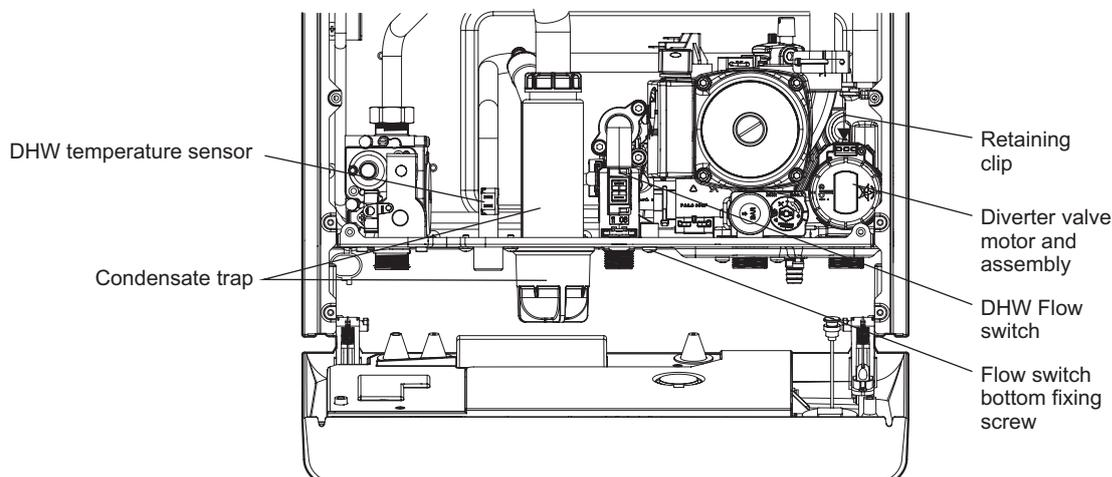

Fig. 32
7.13 DIVERTER VALVE MOTOR - Fig. 32
7.15 DHW TEMPERATURE SENSOR - Fig. 32
7.20 DHW FLOW SWITCH - Fig. 32